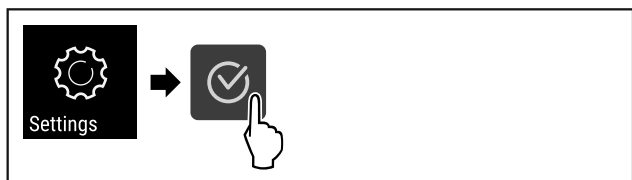

Fig. 59
- ▶ Handlungsschritte (siehe Fig. 59) durchführen.